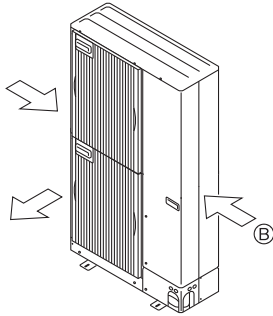

Fig. 2-5
- ③ Εγκαταστήστε τη μονάδα με τρόπο ώστε ο αέρας που βγαίνει από το στόμιο εξαγωγής να φυσά κάθετα σε σχέση με την κατεύθυνση του ανέμου, εάν αυτό είναι δυνατό. (Fig. 2-5)